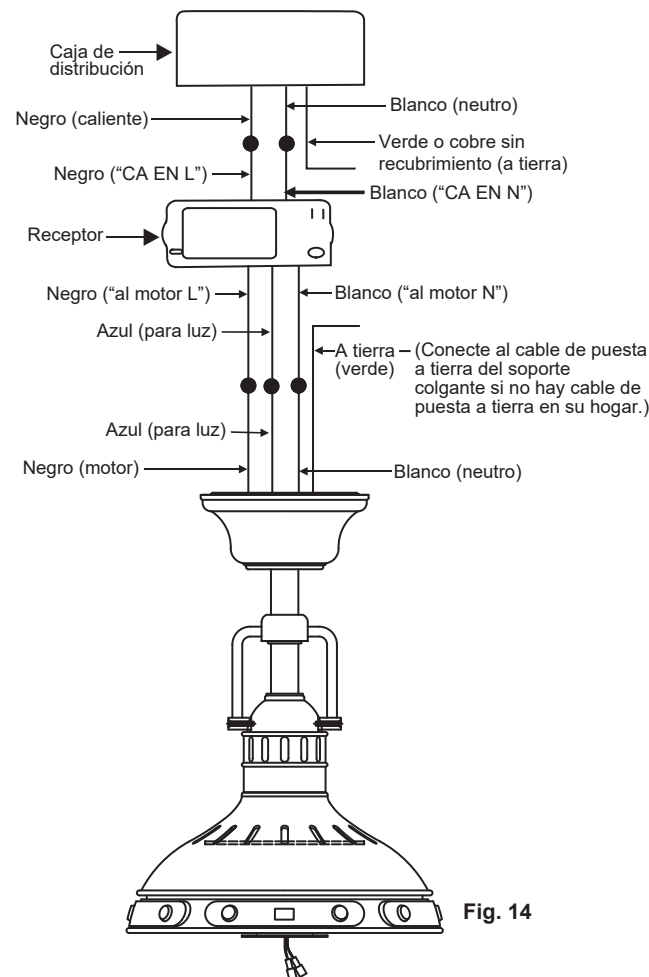

Fig. 14
Paso 2. Conexiones eléctricas del motor al receptor: (Fig. 14) Conecte el cable negro del ventilador al cable negro marcado como "TO MOTOR L" (AL MOTOR L) del receptor. Conecte el cable blanco del ventilador al cable blanco marcado como "TO MOTOR N" (AL MOTOR N) del receptor. Conecte el cable azul del ventilador al cable azul marcado como "FOR LIGHT" (PARA ILUMINACIÓN) del receptor.
Paso 3. (Fig. 14) Conexiones eléctricas del receptor a los cables de alimentación del hogar: Conecte el cable negro (caliente) del cielorraso al cable negro marcado como "AC in L" (CA en L) del receptor. Conecte el cable blanco (neutro) del cielorraso con el cable blanco marcado como "AC in N" (CA en N) del receptor. Asegure las conexiones de cables con las tuercas plásticas para cable proporcionadas.